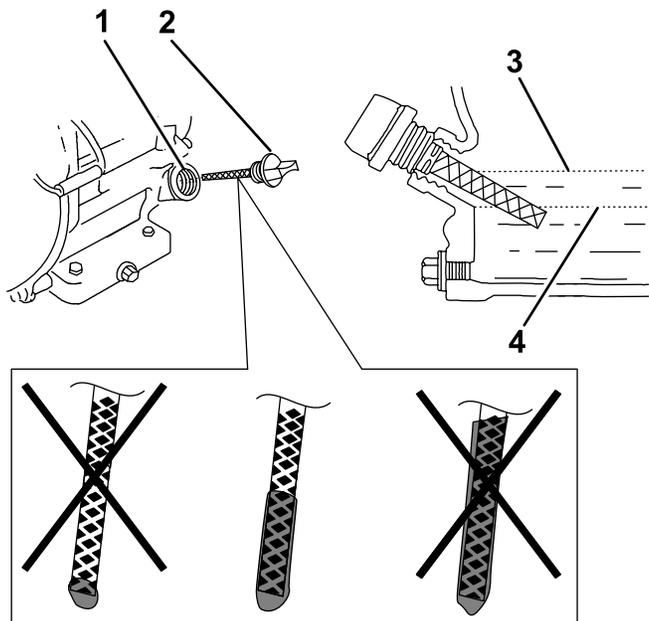

Figura 53
1. Retire la varilla (Figura 53) y vierta aceite lentamente en el orificio de llenado hasta que el nivel de aceite llegue a la marca de límite superior (borde inferior del orificio de llenado de aceite) de la varilla.